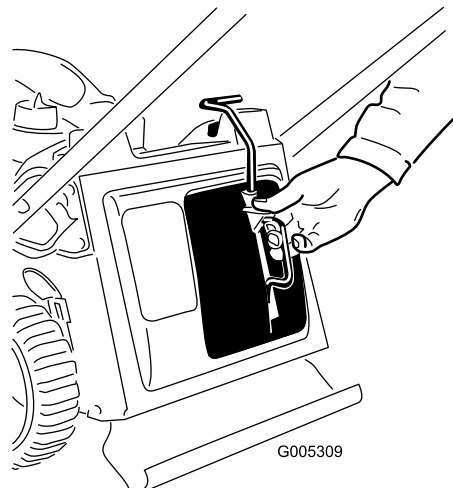

Figura 34
3. Montate il tappo mulching (Figura 34).